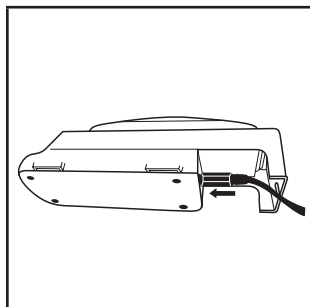

Fig. 1 – Installation du chargeur pour une pile
- Trousse de chargeur pour une pile TR-641N 3M™ : Brancher le cordon d'alimentation du chargeur TR-941N dans le support (Fig. 1). Brancher le cordon d'alimentation dans la source d'alimentation c.a. (100 à 240 V).